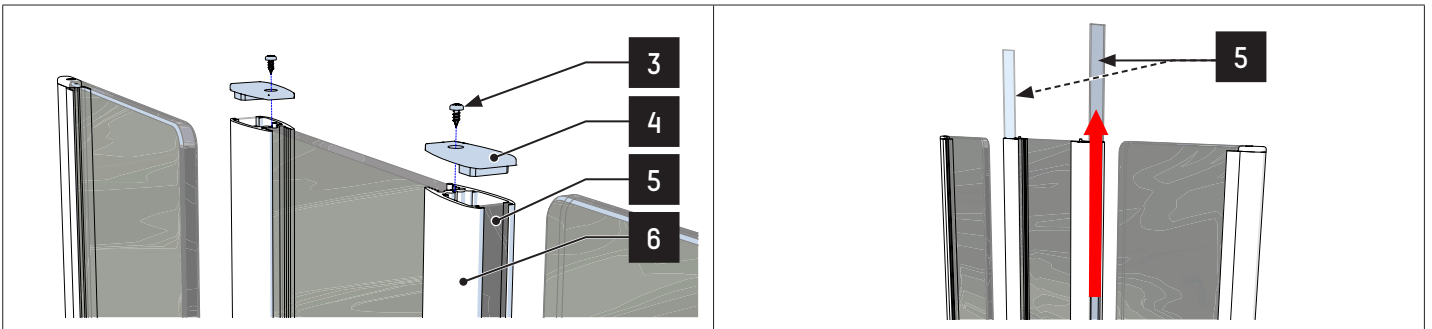

Fig. 88 - Demontera pluggarna och skruvarna på det fasta hindret
3. På den sida av cellen som ska bytas ut, skruva loss fästskruven (3) från den övre pluggen (4) och ta bort skyddsskärmen (5) genom att skjuta ut den från aluminiumprofilen (6) (⇒ Fig. 88);